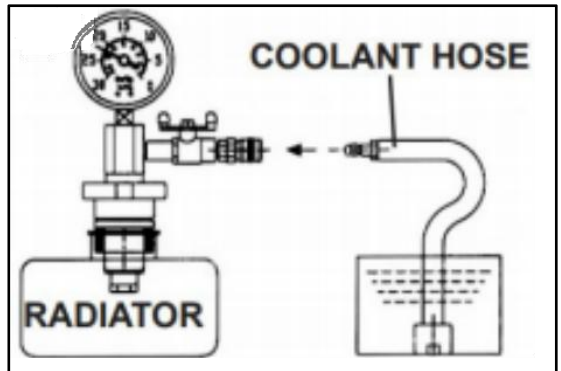

Abb. 4
3. 7 Legen Sie den Füllschlauch in den Kühlmittelbehälter und verbinden Sie das andere Schlauchende mit dem Produkt (Abb. 4). Achten Sie darauf, dass das Schlauchende während des gesamten Füllvorgangs untergetaucht bleibt.